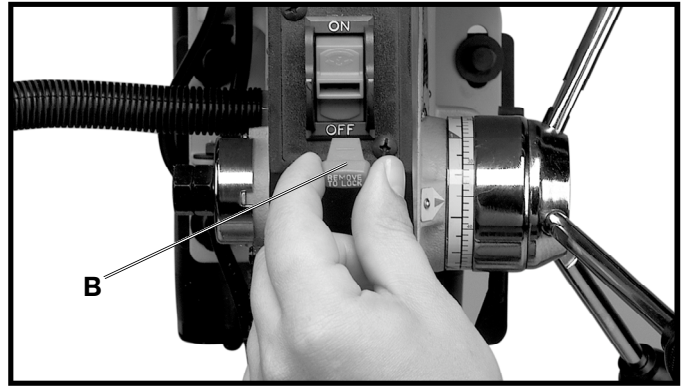

Fig. 19
**IMPORTANTE:** Cuando la herramienta no es adentro uso, el interruptor se debe bloquear en la posición de “OFF”. Esto puede hacerse al tomar la palanca del interruptor (B) y extrayéndola del interruptor, como puede apreciarse en la Fig. 19. Una vez quitada la palanca del interruptor (B), el interruptor no podrá ser accionado. Sin embargo, sise llegase a quitarla palanca del interruptor durante el funcionamiento de la taladradora, el interruptor puede ser **APAGADO**, pero no puede volverse a encender sin la inserción de la palanca del interruptor (B).